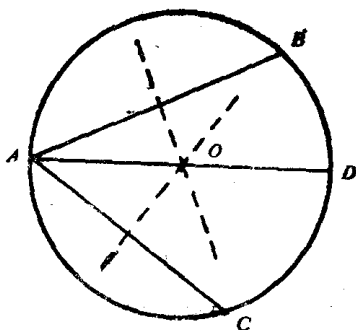

图2
(1) 测量硬币的直径：将一枚硬币平放在一张白纸上，用铅笔勾画出它的轮廓，如图2所示。在所勾画的轮廓上任取一点A，作AB、AC两条弦，并作它们各自垂直平分线。这两条垂直平分线的交点即为圆心，设为O点。连接AO并延长，与圆弧交于D，AD则是我们要测量的硬币的直径。用同样的方法做三次，将测得的数值填入表中，并算出平均值。